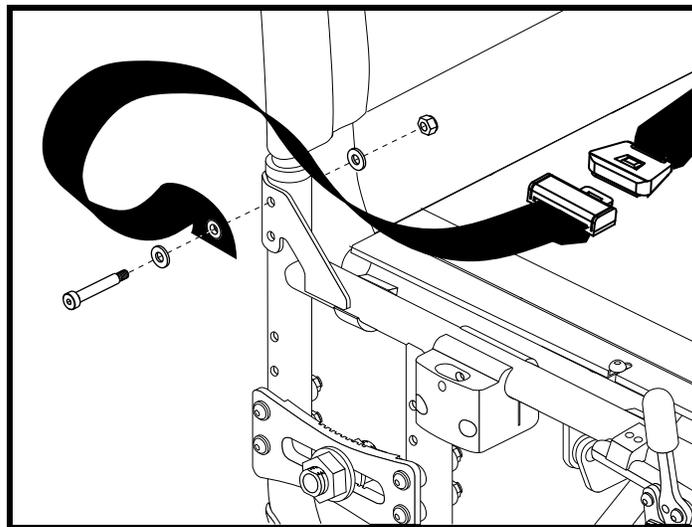

Figure 43. Installation du ceinture de positionnement
Votre fauteuil roulant peut être équipé d'une ceinture de positionnement réglable pour votre confort. Voir la figure 43. Cette ceinture est conçue pour prévenir le glissement vers l'avant ou vers le bas de la personne qui est assise sur le fauteuil. Elle ne peut être utilisée comme ceinture de sécurité dans un véhicule motorisé.
1. Retirez les vis sur les cannes gauche et droit du dossier. Voir la figure 43.
2. Insérez les vis retirées dans de la ceinture et au travers du canne à dossier sur chaque côté du fauteuil. Voir la figure 43.